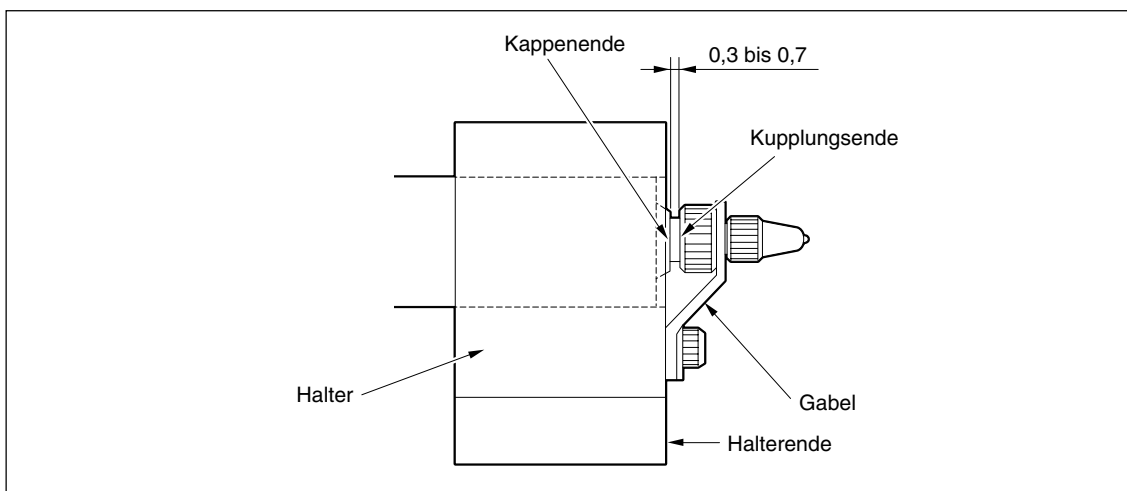

**Abb. 5 Montieren des Messfühlers**
3. Montieren Sie den Messfühler. Drücken Sie die Spindel mit dem Finger hinein, setzen Sie die Gabel in die Nut zwischen dem Messfühler und der Kupplung ein, und schrauben Sie den Messfühler in dieser Stellung auf die Spindel. (Abb. 5)